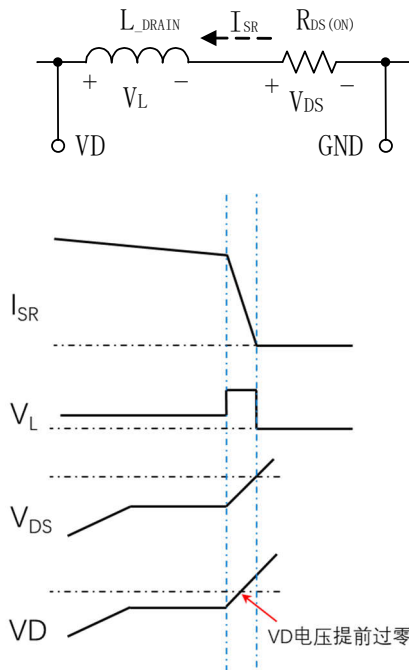

图 7. CCM 模式下寄生电感帮助快速关断
- 5) 但是引入适量的寄生电感，有利于 CCM 模式下快速关断，减小反向电流，从而降低同步整流管的电压尖峰。如图 7 所示，在 CCM 模式当原边功率管开通时，次级电流迅速减小，寄生电感上的感应电压增加，VD 对地电压变为正电压，控制器将快速关断 MOSFET，使反向电流尽可能减小。因此，必要时可以尝试将 VD_s 与漏极连接点放置在变压器引脚端，达到降低漏极电压尖峰的目的。